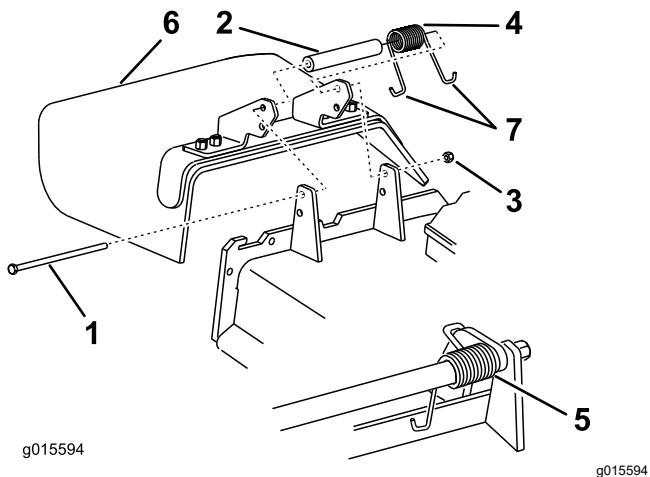

Figura 110
1. Retire la contratuerca, el perno, el muelle y el espaciador que sujetan el deflector a los soportes de pivote (Figura 110).
2. Retire el deflector de hierba dañado o desgastado (Figura 110).
Nota: Asegúrese de colocar un extremo con gancho en **J** del muelle detrás del reborde de la carcasa antes de instalar el perno, según se muestra en Figura 110.
6. Coloque 1 extremo en **J** del muelle alrededor del deflector de hierba (Figura 110).